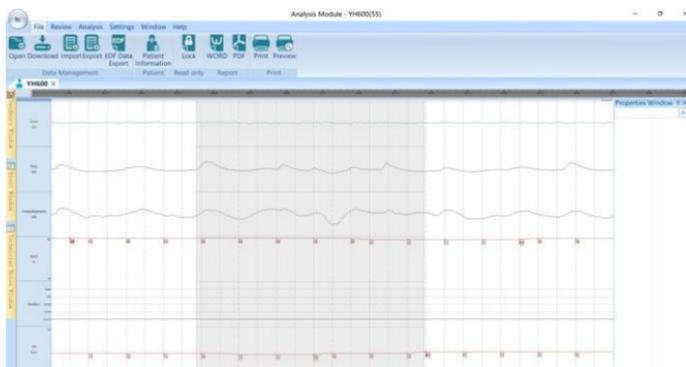

Figura 2-13
- (5) Después de ingresar el nombre del nuevo análisis en la interfaz Nuevo análisis, haga clic en el botón Aceptar, se muestra la interfaz que se muestra en la Figura 2-13. Esta interfaz puede mostrar la forma de onda o el valor de todas las señales grabadas. La barra de título del canal está en el lado izquierdo